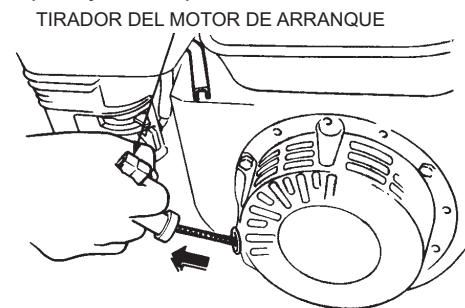

Figura 13. Tirador del motor de arranque
6. Agarre el asa del motor de arranque (vea la Figura 13) y tire de ella lentamente. La resistencia se hace más dura en cierta posición, correspondiente al punto de compresión. Tire del asa del motor de arranque de forma rápida y suave para arrancar.
9. Para empezar a bombear, coloque la palanca del acelerador (vea la Figura 13) en la posición de **MARCHA**. Si el agua no sale por el orificio de descarga, apague el motor, compruebe si hay obstrucciones y elimínelas del interior de la manguera de succión.